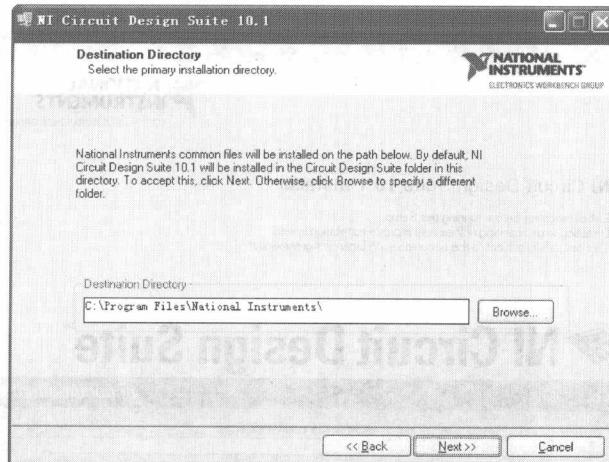

图 1.4 软件安装目录选择对话框
(4) 在用户信息输入对话框中输入产品序列号,这时会弹出如图 1.4 所示的软件安装目录选择对话框,用户可以调整软件安装的目录。